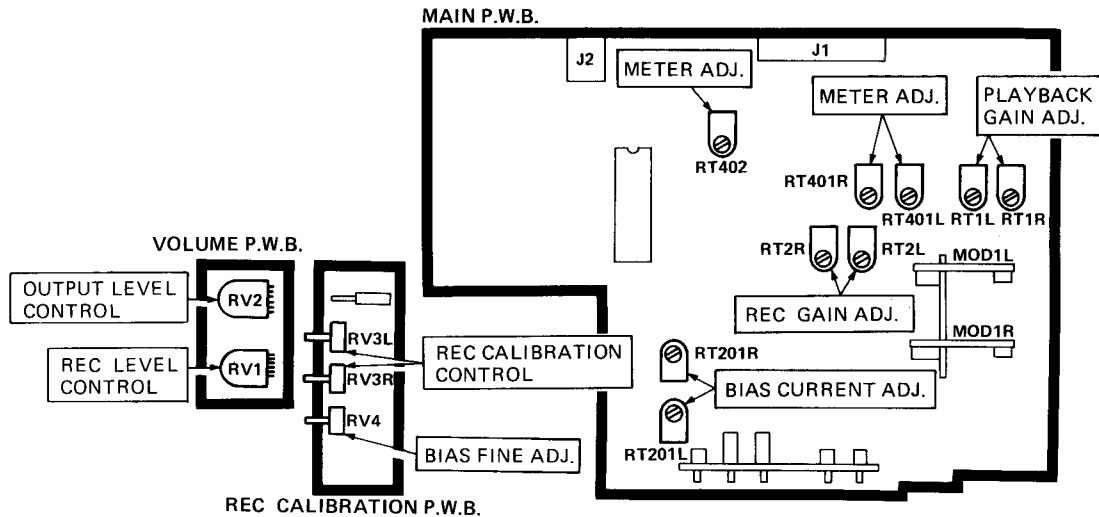

Fig. 7
(5) Main P.W.B. (Fig. 7)
(5) Haupt-Schaltplatte (Abb. 7)